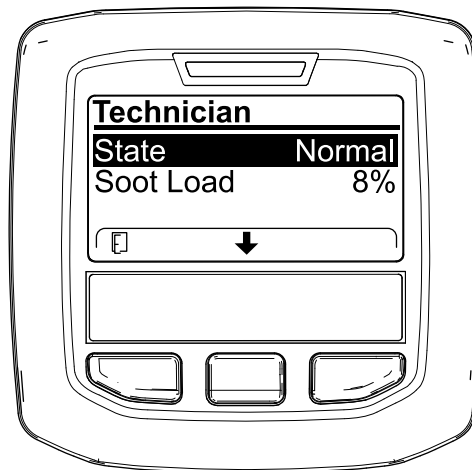

Рисунок 40
- Используйте рабочую таблицу по фильтру DPF, чтобы понять текущее состояние работы DPF (Рисунок 40).